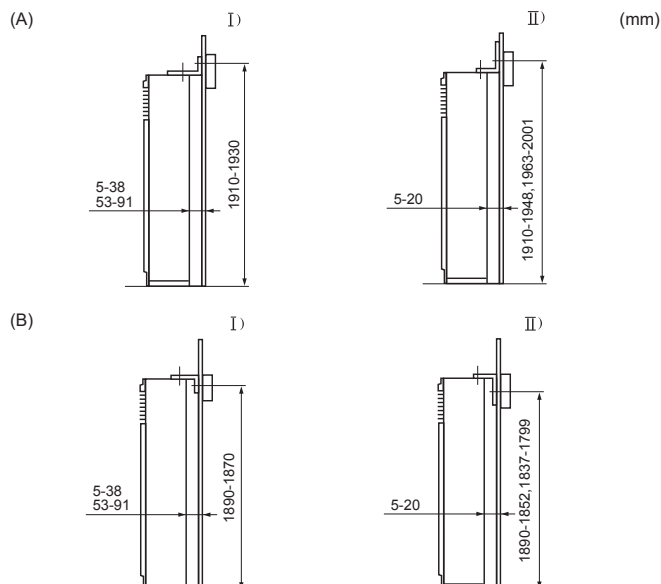

Fig. 3-3
L'applique anti-bascule (1) est installée sur la surface supérieure de l'appareil. Enlever les vis à tôle (2) puis réinstaller l'applique, en suivant les indications de l'illustration. Pour obtenir les distances correctes d'installation, se reporter à la Fig. 3-3.
- (D) Vis
3.3. Installation de l'applique anti-bascule (Fig. 3-3)